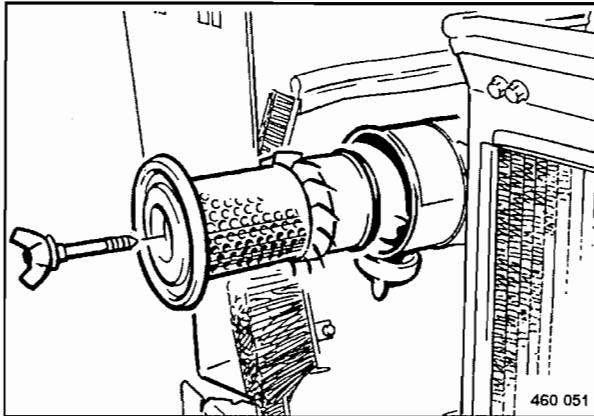

Fig. 129
- Desenroscar el tornillo de mariposa y extraer el cartucho filtrante (Fig. 129) de la carcasa del filtro de aire.